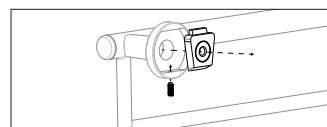

Fig. 6
- Attach Assist Bar onto mounting bracket and secure with the provided 10-24 X 1/2" Socket Set Screw. Repeat for opposing side. (see Figure 6).
10. Attachez la barre d'assistance sur le support de fixation et fixez-la avec la vis sans tête à six pans creux 10-24 x 1/2 po. Répétez l'opération pour le côté opposé. (Fig. 6).
17. Attachez la barre d'assistance sur le support de fixation et fixez-la avec la vis sans tête à six pans creux 10-24 x 1/2 po. Répétez l'opération pour le côté opposé. (Fig. 6).
10. Fije la Barra de Apoyo a la abrazadera de montaje, y asegúrela con el tornillo sin cabeza de hueco hexagonal 10-24 x 1/2". Repita para el otro extremo. (Fig. 6).